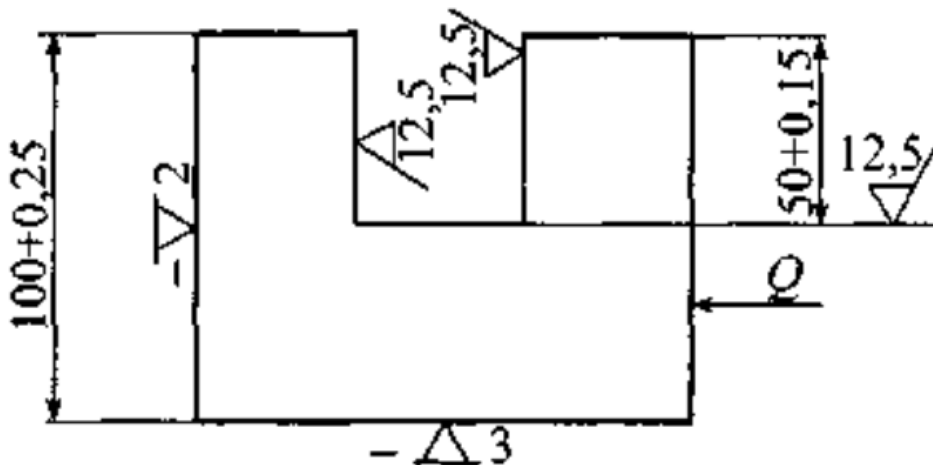

Рис. 3.
7. Определите погрешность базирования ( $\epsilon_{650}$ ) при фрезеровании паза (Рис.3).